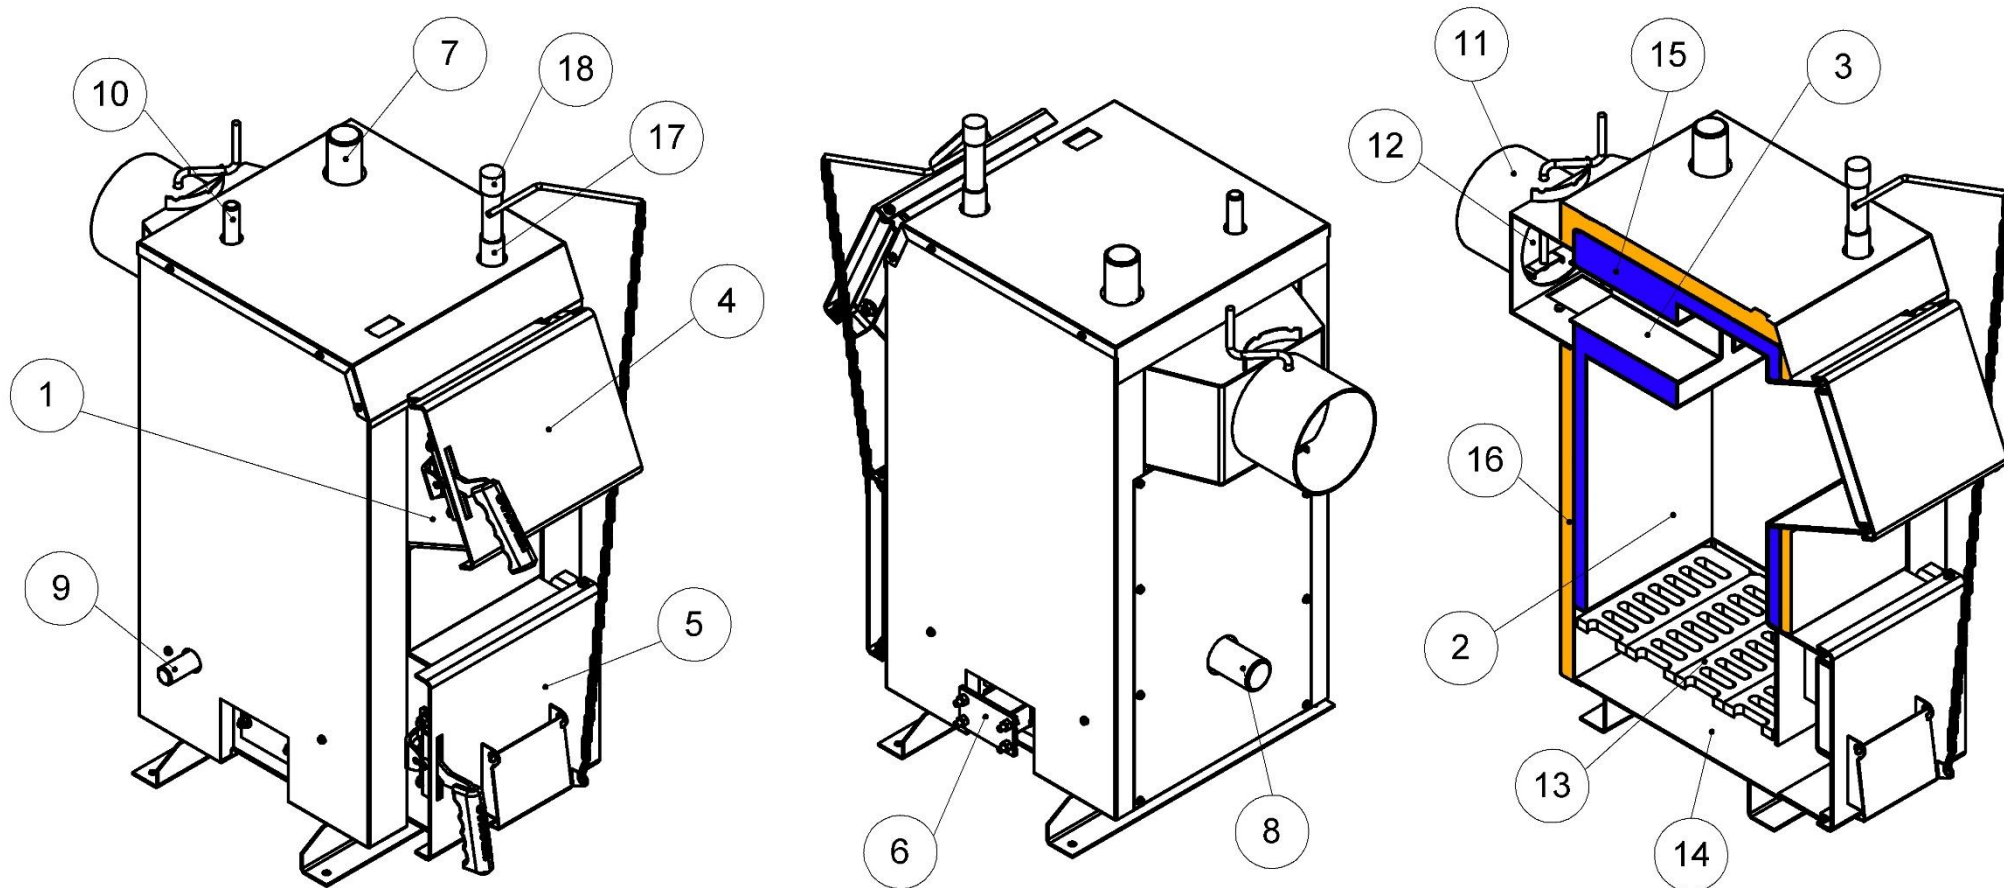

Рисунок 5.1 – Зовнішній вигляд та основні елементи котла (серія Еко)
- у котлі **Еко** – під колосникові ґрати крізь дверцята подачі повітря. Кількість повітря, необхідного для процесу згоряння, регулюється механічним регулятором тяги (поз. 18, рис. 5.1), який шляхом натягу або послаблення ланцюга керує положенням кришки дверцят. *Регулятор тяги не входить до комплекту поставки котла.*
Регулятор тяги (поз. 18, рис. 5.1) необхідно приєднати до патрубка з внутрішньою різьбою, який знаходиться у верхній частині корпусу (рис. 5.1). Різьбове з'єднання при цьому потрібно ущільнити. Регулятор повернути таким чином, щоб наконечник для закріплення шестигранного важеля (з комплекту регулятора) був направлений вправо.